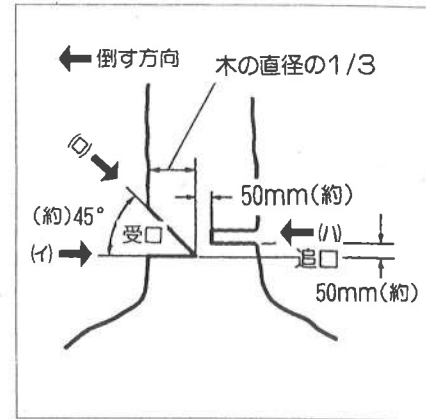

図16
- ①作業の前に倒す木の傾き、大きい枝の位置、風向などを考えて、倒す方向、避難する方向を決めてください。
- ②作業する場所の障害物を取り除き、足場の安全を確認してください。倒す木が傾面にある場合は必ず山側に安全な足場を確保してください。
- ③立ち木を切断するときは、倒す方向(受口)に(イ)の順に受口を作ってください。木の直径の約1/3の切り込みで、角度は約45°。(図16参照)